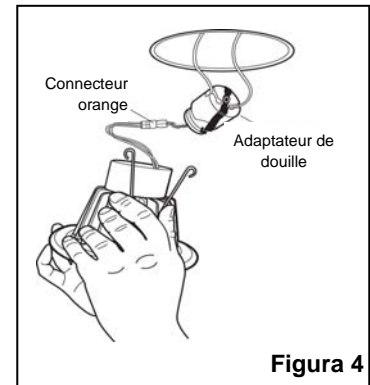

Figure 4
- Vissez solidement l'adaptateur de douille dans la douille à l'intérieur du boîtier. Branchez le connecteur orange de l'adaptateur de douille dans le connecteur orange compatible du module DEL. (Figure 4)